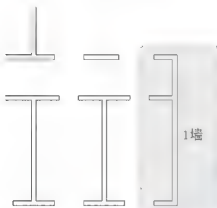

图 2.137 选择要合并的墙线
② 在选定的对象不是多段线,是否将其转换为多段线? Y:提示下,按 Enter 键执行尖括号内的默认值“Y”,表示要将 1 墙外墙线转化为多段线。
③ 在输入选项[闭合(C)/合并(J)/宽度(W)/编辑顶点(E)/拟合(F)/样条曲线(S)/非曲线化(D)/线型生成(L)/放弃(U)]:提示下,输入“J”后按 Enter 键,表示要执行【合并】子命令。
① 在选择对象:提示下,按照图 2.137 所示选择对象后按 Enter 键,以确定将要合并的墙。通过①~④步的操作,把选择的 11 条线和 1 墙外墙线连成了一根封闭的多段线。